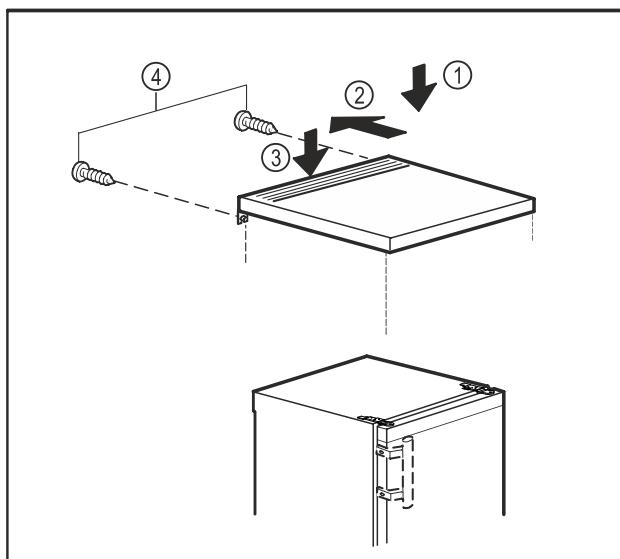

Fig. 10
- Положите столешницу на устройство. Fig. 10 (1)
- Сдвиньте столешницу назад. Fig. 10 (2)
- Нажмите на столешницу сзади вниз. Fig. 10 (3)
- Затяните винты на задней стенке. Fig. 10 (4)